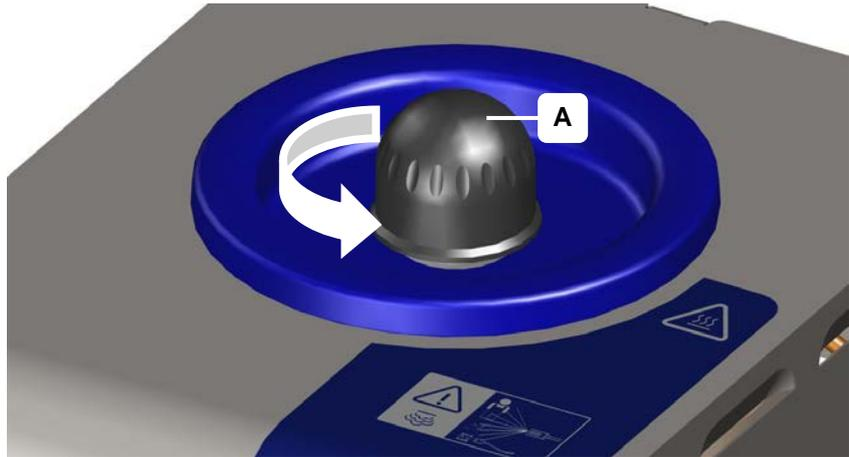

Figure 6.2.1 : ouvrir/fermer le réservoir à pression
2. Ouvrez lentement le bouchon du réservoir à pression (figure 6.2.1 Remplissage de l'appareil).